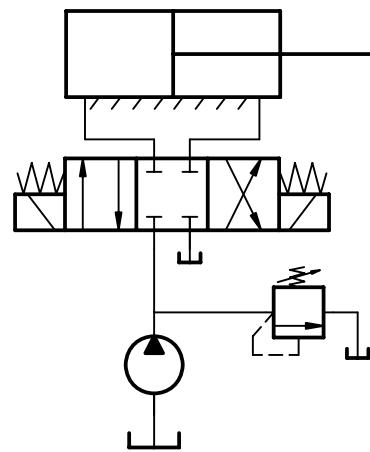

图 1-2
13. 如图 1-2 所示液压传动系统，包含的液压基本回路有（ ）。